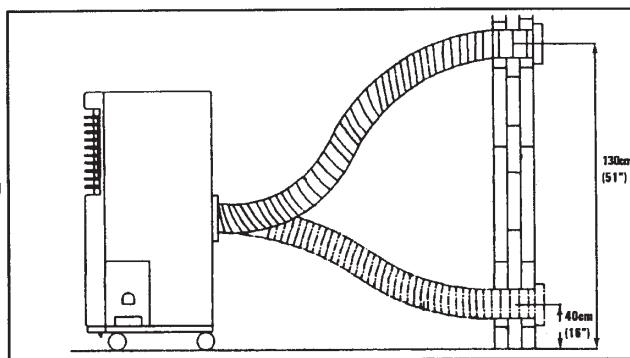

Рис.4.5
- С целью уменьшения сопротивления воздуха конец отвода трубы необходимо фиксировать таким образом, чтобы ее ось была параллельна горизонтальной плоскости. При этом конец отвода должен находиться на высоте от 40 до 130 см от пола. (см. рис. 4.5)